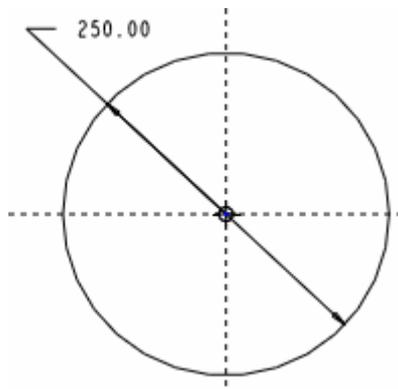

图 47-2
- (1) 单击基准特征工具栏中的  按钮，打开【草绘的基准曲线】对话框。
- (2) 选择 FRONT 基准面为草绘平面，RIGHT 基准面作为参照面，单击【草绘】按钮，进入草绘工作界面。
- (3) 绘制如图 47-2 所示的一个圆。
- (4) 单击  ，完成曲线的绘制。